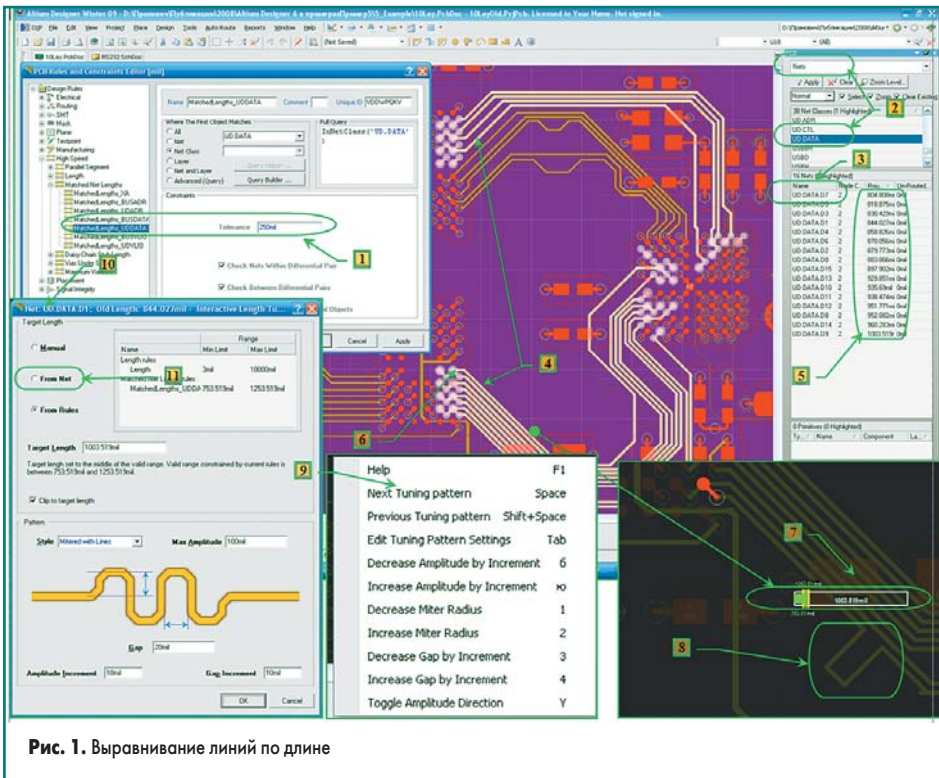

Рис. 1. Выравнивание линий по длине
Перейдем к действиям, которые необходимы при выравнивании длин проводников для сигналов скоростных шин. Сделаем это на примере класса цепей 'UD.DATA', существующих в данном примере (рис. 1):
2. Откроем панель **PCB**, в ней откроем раздел **Nets**. На рис. 1 выделен данный класс ('UD.DATA') цепей.
4. Светлым тоном на рис. 1 показан результат топологии данных цепей на одном из внутренних слоев.
6. При интерактивной топологии цепи удобно также использовать команду **Tool >> Interactively Tune Trace Lengths**. Она применяется при выборе указателем одной цепи (на рис. 1 из выделенных трасс — верхняя).